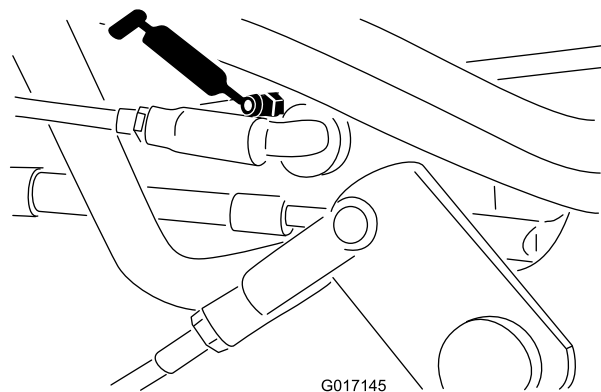
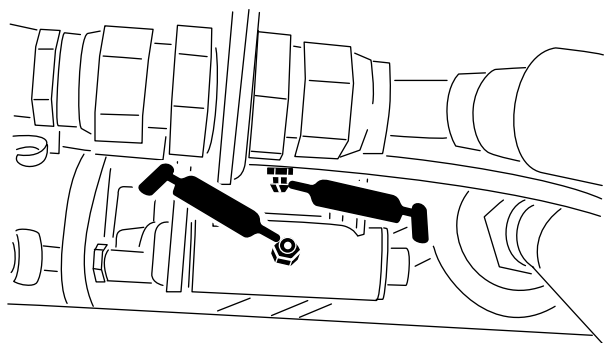

Bild 39
Bild 38
- Geschwindigkeitsschaltgestänge (Bild 38 und Bild 39).